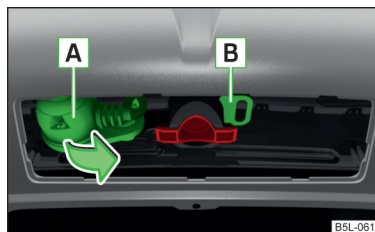

Fig. 134
- Gire hacia fuera el enchufe de 13 polos **A** en el sentido de la flecha » fig. 134.
- Gire hacia dentro el enchufe de 13 polos **A** » fig. 134 en sentido contrario al de la flecha.
El ojal de seguridad **B** » fig. 134 sirve para enganchar el cable de retención del remolque.